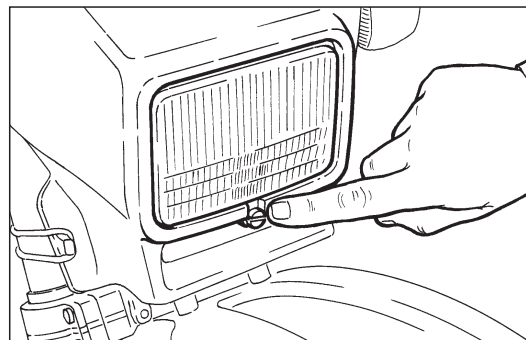

Fig. 35
- ♦ Visser la vis appropriée (Fig. 35) à l'aide d'un tournevis.